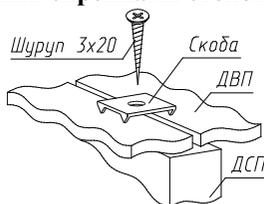

Рис.3
3. Закрепить задние стенки из ДВП гвоздями Ø1,2x20 по периметру с шагом 100мм. и по углам шурупами Ø3x20, скрепками (рис.3) и шурупами Ø3x20 в местах стыка на полках. Между собой задние стенки (поз.7,8) стыкуются соединительным брусом (рис.2).